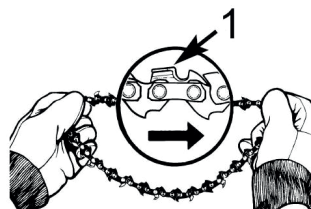

Рисунок 4
- Растяните цепь так, чтобы резы были направлены ПО ЧАСОВОЙ СТРЕЛКЕ к вращению (Рис. 4).